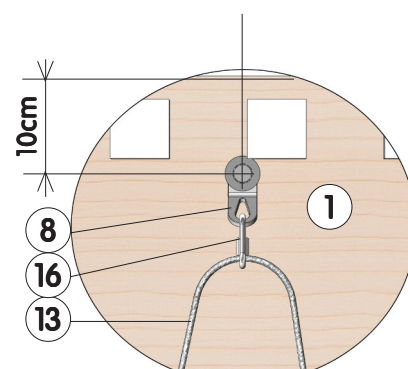

**Figure 4**
- Monter le plat d'haubantage (8) à l'aide de la visserie (5), (6), et (7), sous chaque plaque suivant Fig. 2 et Fig. 3, en l'orientant suivant Fig. 4 et Fig. 5, avant de serrer pour bloquer sa rotation (voir Fig. 3).
- Monter un maillon rapide (16) sur chaque plat d'haubantage (8), puis y enfiler un câble complet (6) (voir Fig. 4 et Fig. 5).
**Attention :** placer les tendeurs (15) du côté le plus accessible de la piste, afin d'y accéder lors de la maintenance.